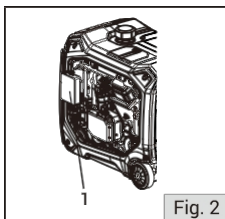

Fig. 2
2. Conecte el cable negro al polo negativo de la batería (fig. 2 - 1).